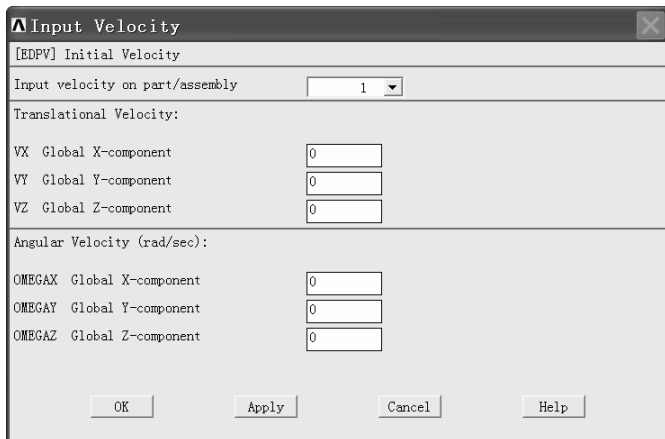

图 4-22 “Input Velocity”窗口
(1) 依次选择 Main Menu>Preprocessor>LS-DYNA Options>Initial Velocity>On Parts>w/ Nodal Rotate, 弹出“Input Velocity”窗口(见图 4-22)。